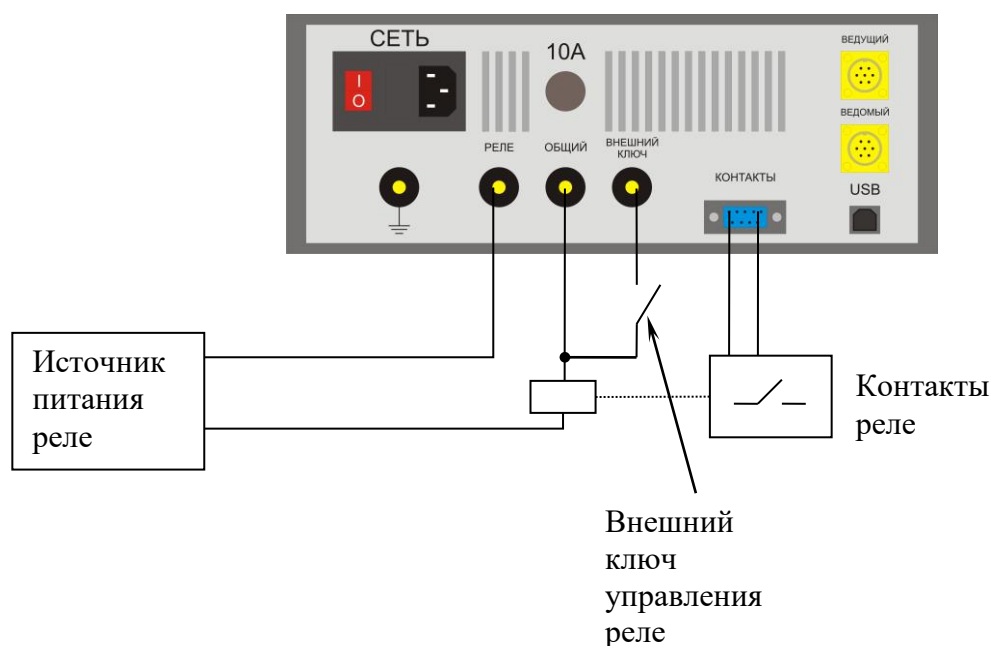

Рис. 5.2.2 Схема соединения прибора для режима управления реле с внешнего ключа.
5.2.2. Режим управления реле с внешнего ключа. В данном режиме для управления питанием обмотки реле используется внешний ключ, подсоединённый к прибору через клеммы 7, 8 (рис. 5.1.2). Схема соединения прибора с обмоткой реле и внешним ключом для данного режима работы представлена на рис. 5.2.2.